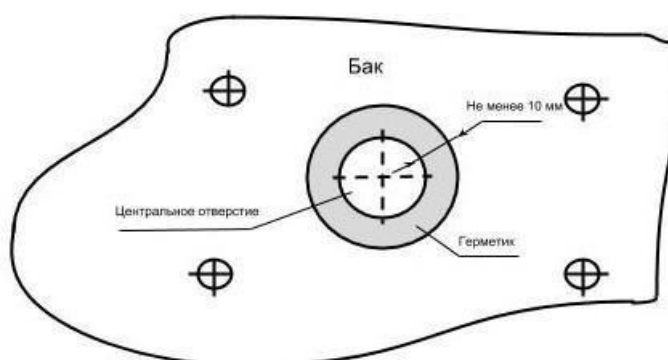

Рис. 6.1 Подготовка бака круглой формы
5. Нанесите герметик на подготовленный бак, как показано на рисунке (рис. 6.1). Толщина слоя герметика должна быть не менее 5 мм.